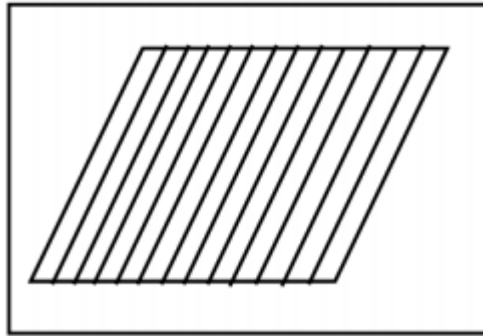

Figure 6: Structure monocouche.
**5.6.1. Monocouche:** Les monocouches représentent l'élément de base de la structure composite. Les différents types de monocouches sont caractérisés par la forme du renfort : à fibres continues, à fibres courtes, fibres tissées et mat (figure 6).